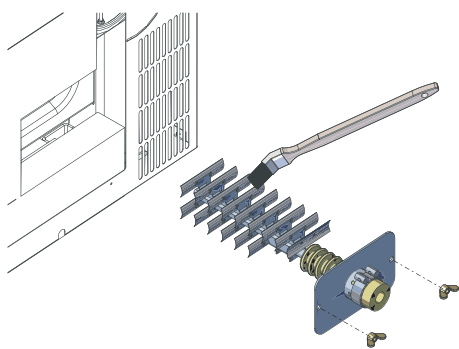

Fig. 59 Togliere la copertura, pulire l'elettrodo (solo per caldaie a pellet con collettore di polveri elettrostatico)
- ▶ Allentare la copertura sulla parete della caldaia (2 dadi ad alette) e rimuoverla con cautela – Fig. 59.
- ▶ Pulire l'elettrodo con una spazzola (solo per le caldaie a pellet con collettore di polveri elettrostatico integrato) – Fig. 59.